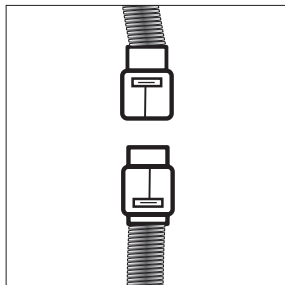

Рис. 14
- Соедините провод от двигателя с проводом от панели управления при помощи влагозащищенного разъема (Рис. 14).